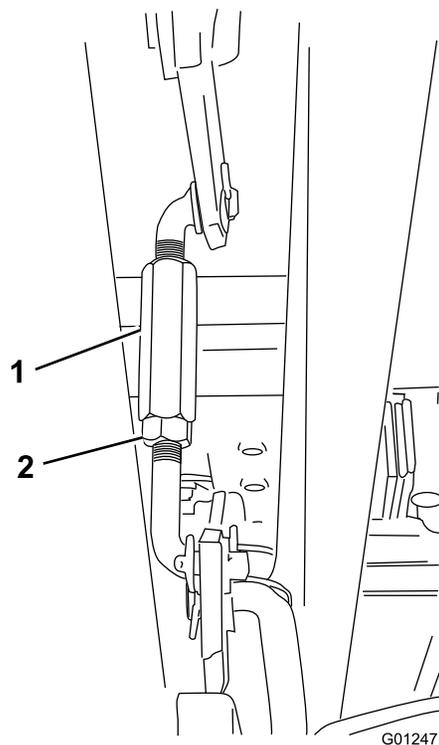

Figure 47
8. Desserrez l'écrou de blocage à l'extrémité du tourillon (sur le côté droit de la machine, voir Figure 47), et réglez le tourillon jusqu'à ce que la pointe avant de la lame gauche et la surface plane soit espacées de 55 mm.